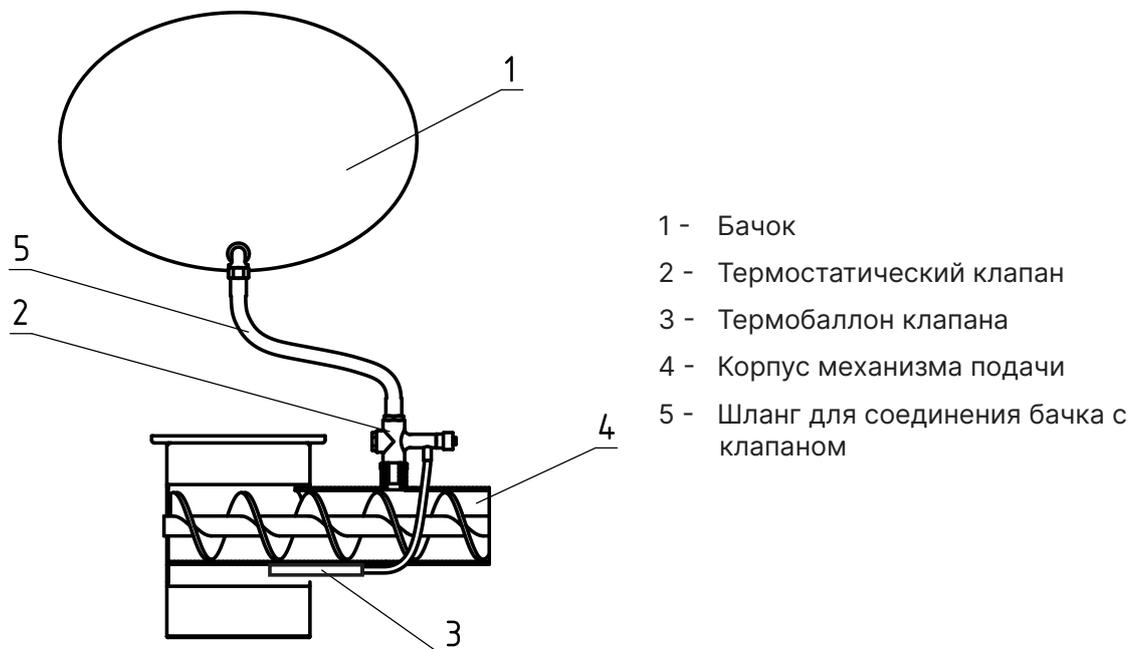

Рис.4 Система охлаждения топливопровода
- При использовании в качестве топлива топливных гранул, древесных пеллет или пеллет из лузги подсолнечника для обеспечения полной пожарной безопасности необходимо устанавливать систему охлаждения топливопровода (опция, см. Рис.4);
- В качестве опции доступна система охлаждения топливопровода (см. Рис.4);
Внимание! Термобаллон клапана (Рис.4, поз.3) должен быть зафиксирован в гильзе двумя винтами.